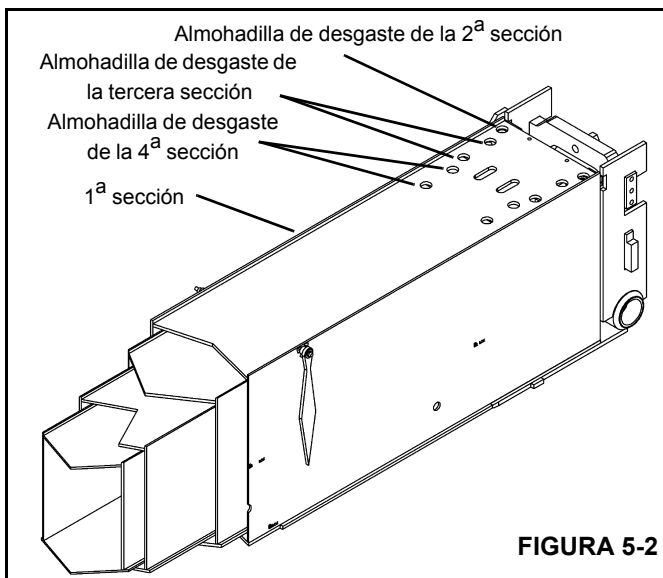

FIGURA 5-2
2. Con la pluma plenamente retraída, saque la placa de acceso (6) ubicada en la parte superior trasera de la 1ª sección (Figura 5-2).
3. Aplique grasa a las almohadillas de desgaste de la 2ª sección a través de los agujeros de acceso (4) de la 1ª sección con una pistola engrasadora (Figura 5-2).
4. Extienda la pluma para alinear los agujeros de acceso de la 2ª sección (3) con las almohadillas de desgaste de la 3ª sección. Aplique grasa a las almohadillas de desgaste de la 3ª sección usando una pistola engrasadora.
5. Extienda la pluma para alinear los agujeros de acceso (2) de la 3ª sección con las almohadillas de desgaste de la 4ª sección. Aplique grasa a las almohadillas de